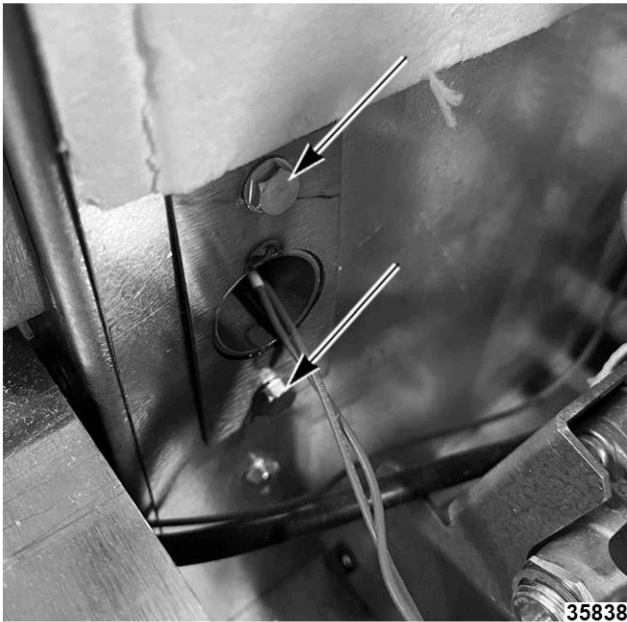

Fig. 40
7. Remove door switch wire conduit (Fig. 40).